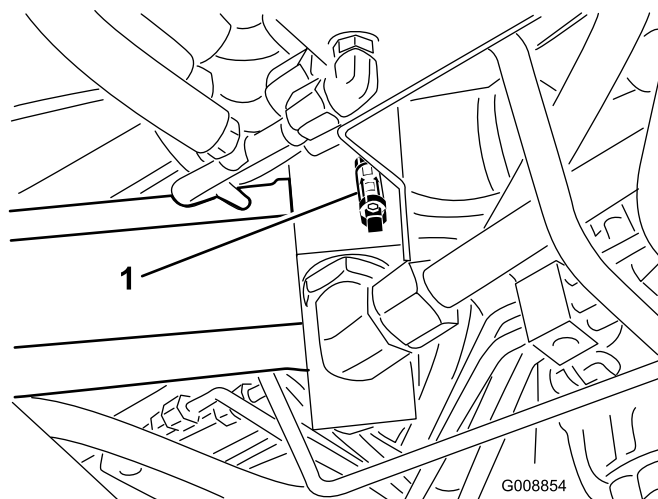
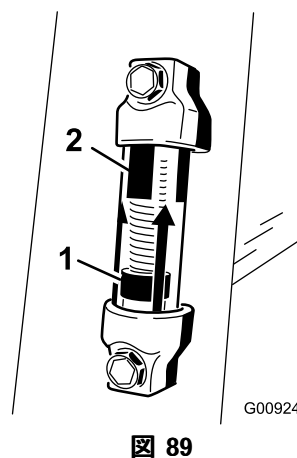

図 88
図 89
**注** 各フィルタの取り付け部の上部に油圧フィルタ整備インジケータ (図 88) がついている場合には、50運転時間ごとにこれを点検して、フィルタに詰まりが発生しているかどうかを調べます。インジケータの黄色の棒 (図 89) が赤いゾーンに入っていたら、フィルタを交換すべき時期です。